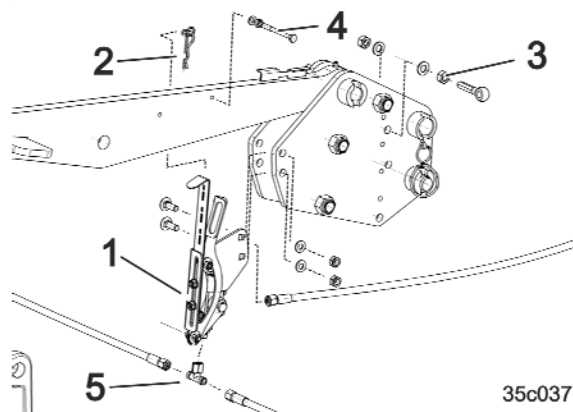

Fig. 83
6. Separar la manguera hidráulica de la pieza de unión en T (Fig. 83/5).
7. Atornillar el soporte de la válvula premontado (Fig. 83/1).
8. Unir las mangueras hidráulicas con la nueva pieza de unión en T en la válvula (Fig. 83/5).
9. Sujetar el cable de tracción blanco con el ojete de cable en el gancho de sujeción (Fig. 83/2).
10. Montar el tornillo de armella con guía de cable (Fig. 83/3).
11. Montar el tornillo de accionamiento en el brazo superior (Fig. 83/4).